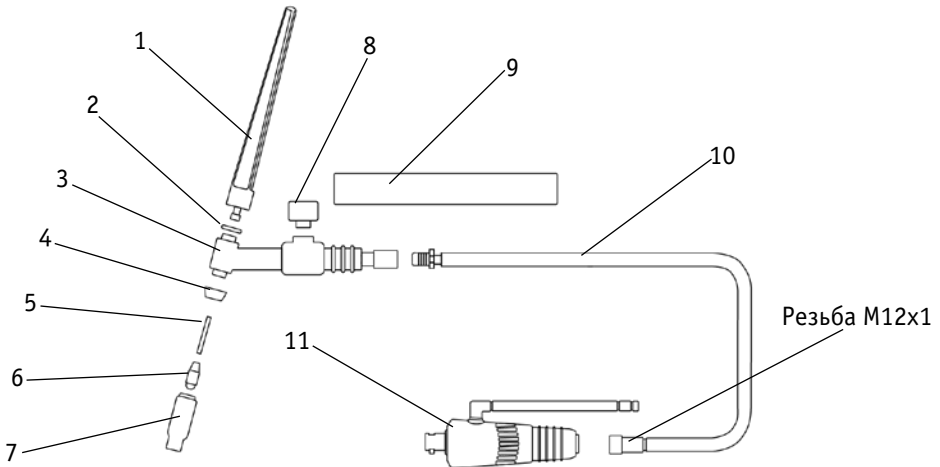

Рис. 12.3. Схема вентильной горелки для аргонодуговой сварки.
1) Клемма заземления. 2) Сварочный аппарат. 3) Баллон с газом (аргон). 4) Редуктор. 5) Газовый шланг. 6) Быстросъемное соединение (См. табл. 11.1). 7) Вентильная горелка (См.рис.12.3).
Для работы в TIG Lift режиме с аппаратом понадобится предназначенная для этого горелка (См. рис. 12.3). Горелка представляет собой узел, обеспечивающий передачу тока и защитного газа от сварочного аппарата к свариваемому изделию.